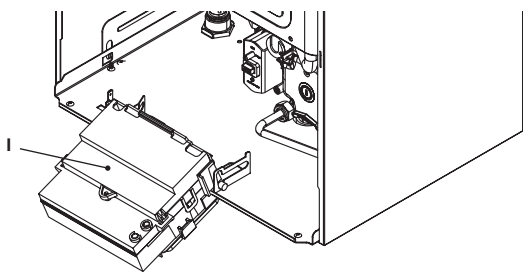

Figura 4.9
- Individuare il coperchio copri morsetteria I (Figura 4.9) rimuovere le viti di tenuta ed aprirlo.